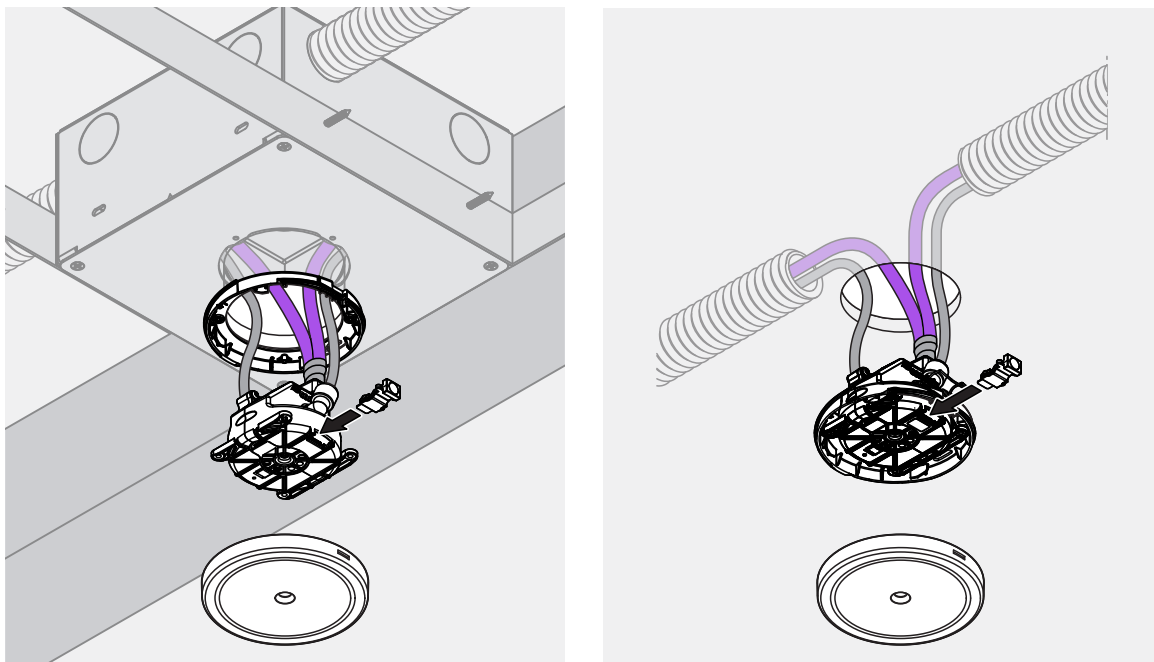

Fig. 96: Remplacement du capteur d'humidité (version vissée à gauche, version enfichable à droite)
3. Desserrer les deux vis (uniquement avec version vissée, voir Fig. 96 gauche).